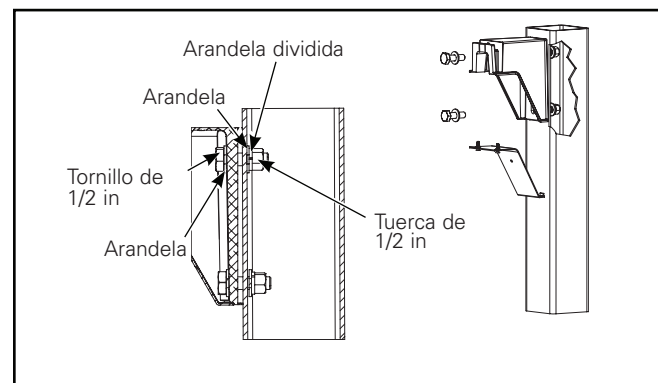

Figura 9
3. Usando las herramientas provistas de 1/2 in, asegure el brazo de montaje en poste al poste. Apriete los tornillos a 40 ft-lb (54,23 N·m) (Figura 9).